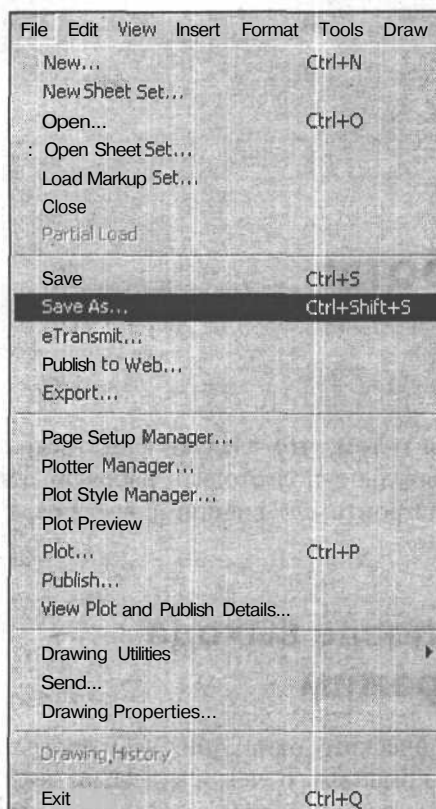

Рис. 2.1. Выпадающее меню работы с файлами
1. Подведите указатель курсора к строке меню (он примет форму наклонной стрелки) и выберите в ней **File** (Файл). Ниже курсора появится выпадающее меню (рис. 2.1), которое используется обычно для работы с файлами. Меню называется выпадающим, потому что раскрывается от курсора сверху вниз.